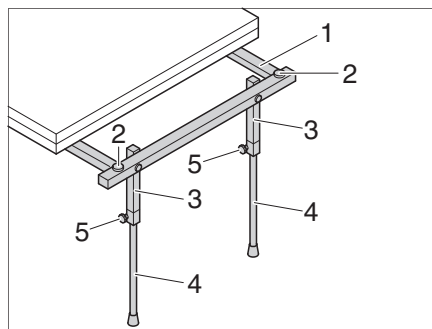

Fig. 114 Collocare i supporti in posizione verticale
- Eventualmente per stabilizzare il piano del tavolo estrarre i supporti telescopici (Fig. 114,3 e 4).